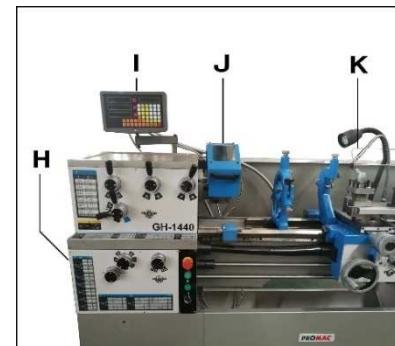

Fig 2-2
Le cache courroie (H, Fig 2-2) et le protège mandrin (J) sont surveiller par interrupteurs électriques. Pour démarrer la machine il faut les fermer.